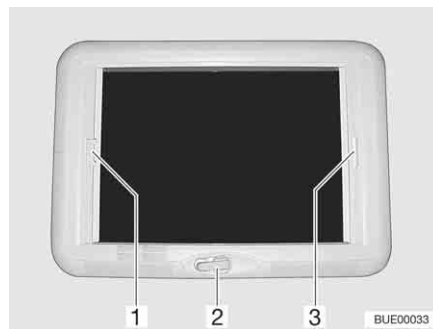

Fig. 115 Claraboya de manivela
Abrir: ■ Girar la manivela (Fig. 115,2) hasta que se note resistencia.
Cerrar: ■ Tirar del asidero (Fig. 115,3) del estor plegable y soltarlo en la posición deseada. El estor plegable se queda fijo en esta posición.
Cerrar: ■ Tirar del asidero (Fig. 115,1) de la protección contra insectos hacia el asidero opuesto del estor plegable (Fig. 115,3) y hacerlos engatillar.
- Presionar el tirador de la protección contra insectos (Fig. 115,1) por la parte de atrás hacia arriba y desengancharla del estor plegable (Fig. 115,3).